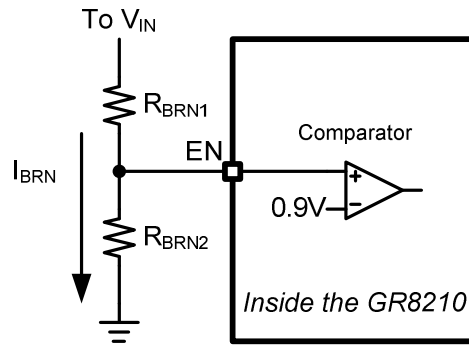

图. 3 Brown in/out 设置电路图
5. EN PIN 为设置 Brown in/out 的功能，其内建的标准电位为 0.9V，设计如式(3)、式(4) 以及图.3 所示。